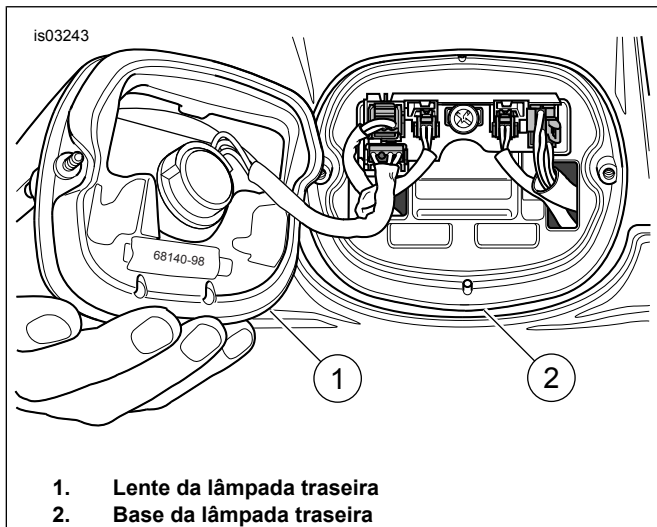

Figura 1. Remoção da lente da lâmpada traseira
2. Veja a Figura 1. Remova dois parafusos e a lente da lâmpada traseira (1) da base (2).
11. Veja a Figura 1. Instale a lente da lâmpada traseira (1) na base (2) usando dois parafusos.